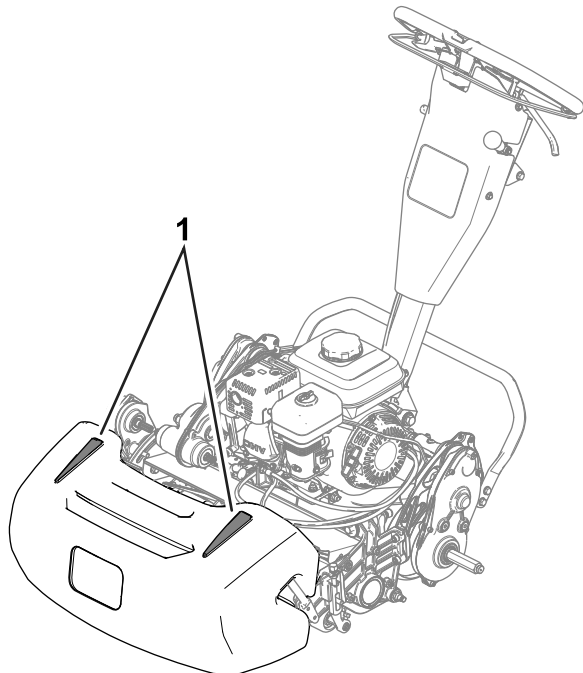

Figura 24
- Para ajudar a manter uma linha reta ao longo do gramado e para manter a máquina a uma distância igual da borda do corte anterior, use as faixas de alinhamento no cesto (Figura 24).